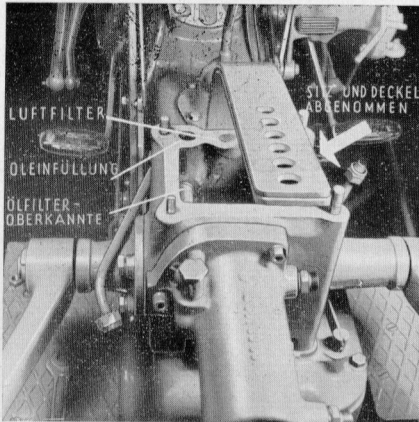

Bild 3
3. Hubwellengehäuse mit angeflanschem Arbeitszylinder (Bild 3).
- Ölstand im Behälter prüfen. Öl muß bei erster Ölfüllung (nach jeder Demontage der Anlage) bei Oberkante Ölfilter stehen. Wenn Anlage gelaufen und Oelleitungen voll sind, gilt als Meßmarke Unterkante Ölfilter. (Bild 3)
Auch der Luftfilter (Bild 3), der sich unter dem Verschlußdeckel des Hubwellengehäuses befindet und aus Metallwolle besteht, wird gereinigt, indem man ihn in Rohöl hin- und herschwenkt.